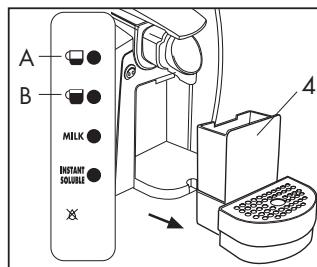

Fig. 17
Extraiga la cubeta porta cápsulas (4), vacíela y enjuáguela (**Fig. 17**). Limpie la cubeta y la rejilla de los residuos de agua y café.